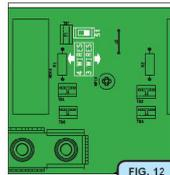

FIG. 12
- Ajuste a chave (S1) da placa de filtro CA (40) de acordo com a configuração das conexões de saída. (FIG. 12):
- Concluída a conexão da borneira de saída CA (39), volte a apertar firmemente o prensa-cabos (torque de 10Nm) e confira a vedação.